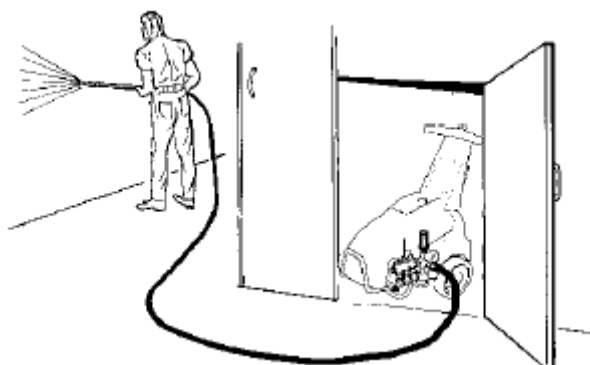

рис.2
2. Во время использования не оставляйте аппарат в закрытом помещении или в помещении, где отсутствует вентиляция (рис.2).